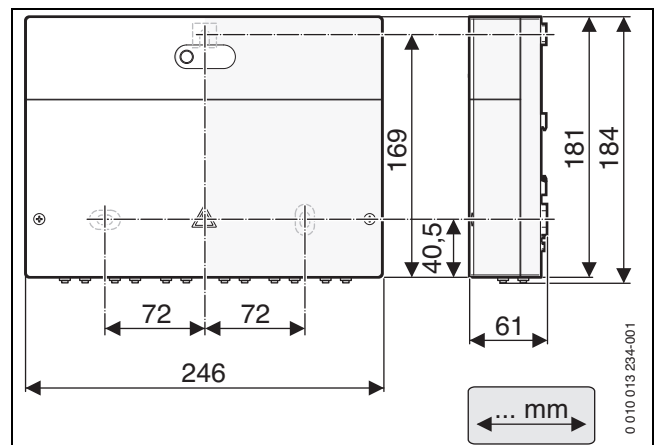
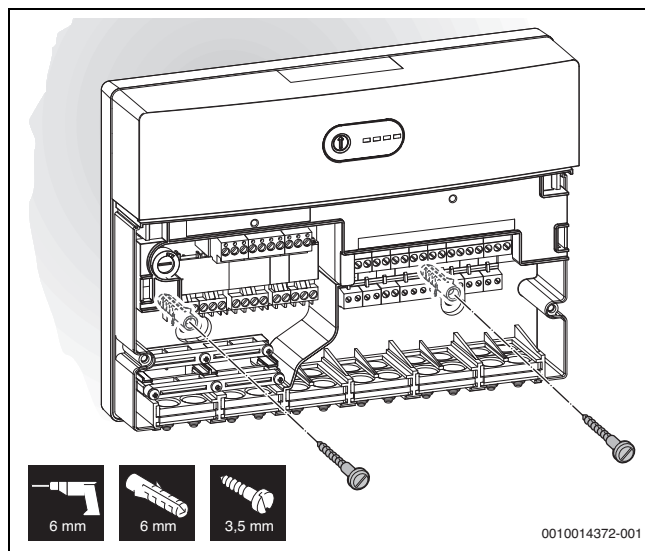
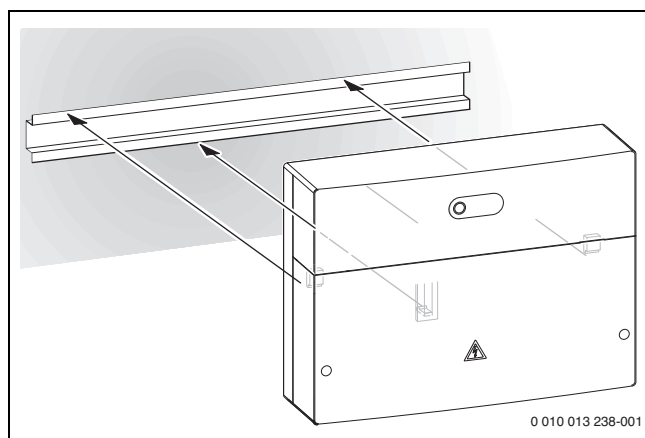

Bild 12 Abmessungen des Elektronik-Moduls
Bild 15 Elektronik-Modul an der Wand befestigen
Bild 16 Elektronik-Modul an Hutschiene befestigen
► Modul an einer Wand (→ Bild 12 – Bild 15), an einer Hutschiene (→ Bild 16) oder in einer Baugruppe installieren.